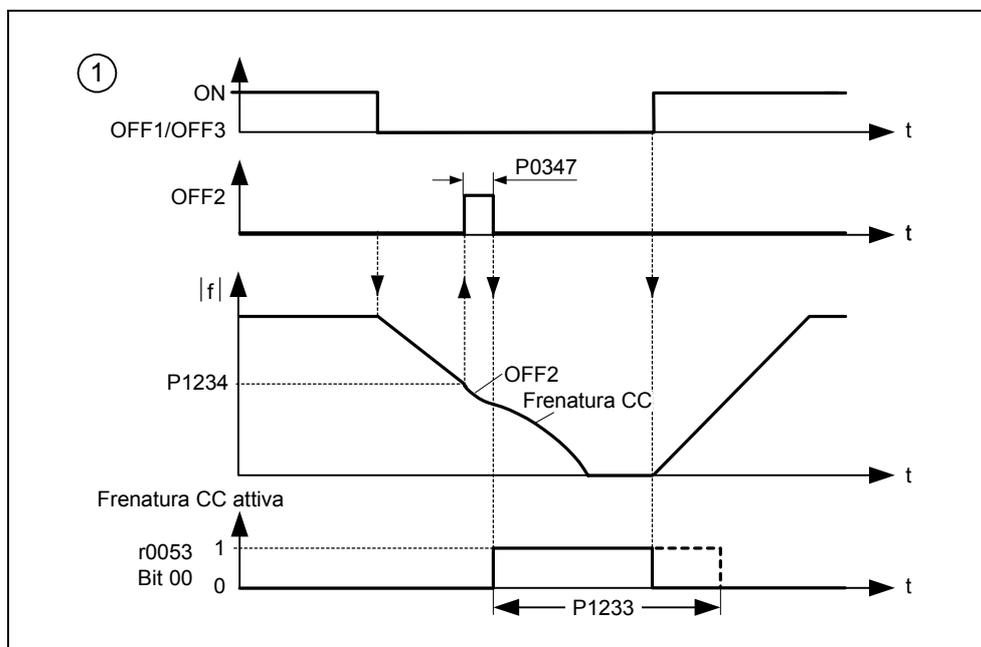

Figura 3-73 Freno in c.c. dopo OFF1 / OFF3
2. Attivazione del freno in c.c. con il comando OFF1 od OFF3 (vedi Figura 3-73)